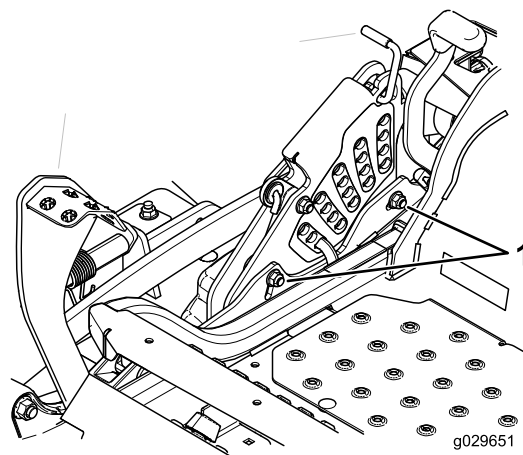

Figure 101
12. Pour régler le système monopoint, desserrez les 2 boulons au bas de la plaque de hauteur de coupe (Figure 101).